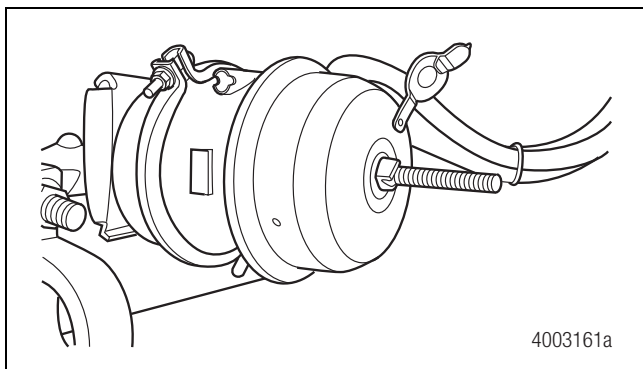

Figura 3.3
5. Si el eje posee cámaras de frenos de resorte, comprima y bloquee cuidadosamente los resortes, de modo que no puedan actuar. Figura 3.3.